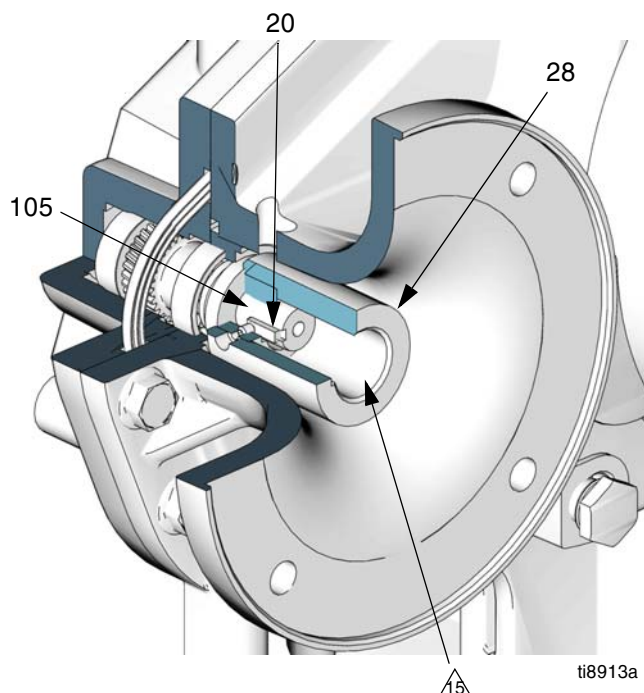

ABB. 10. Installation der Motorkupplung
2. Siehe ABB. 10. Den Keil (20) in die Keilnut der Eingangswelle (105) einsetzen. Die beiden Feststellschrauben (31) in die Kupplung (28) einsetzen und sicherstellen, dass sie nicht in die Keilnut oder die Eingangswellenbohrung der Kupplung eindringt.